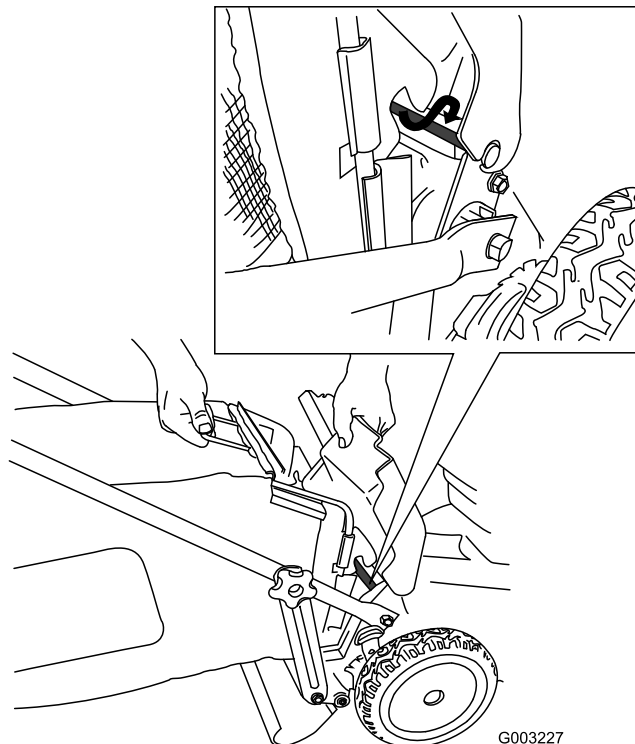

Figura 36
4. Instale la bolsa sobre la varilla de la puerta (Figura 36).